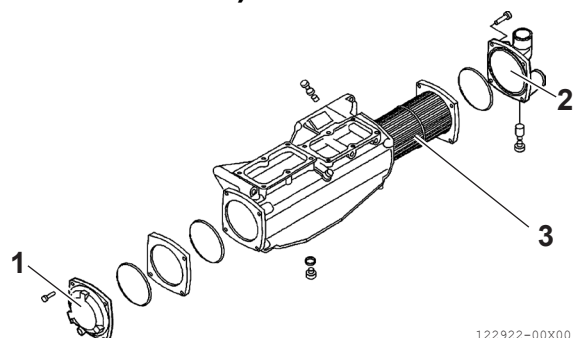

Bild 16
4. Avlägsna höljena (**bild 16, (1)**) och (**bild 16, (2)**) vid en bänk eller annat lämpligt ställe.
5. Dra ut rörknippet (**bild 16, (3)**).